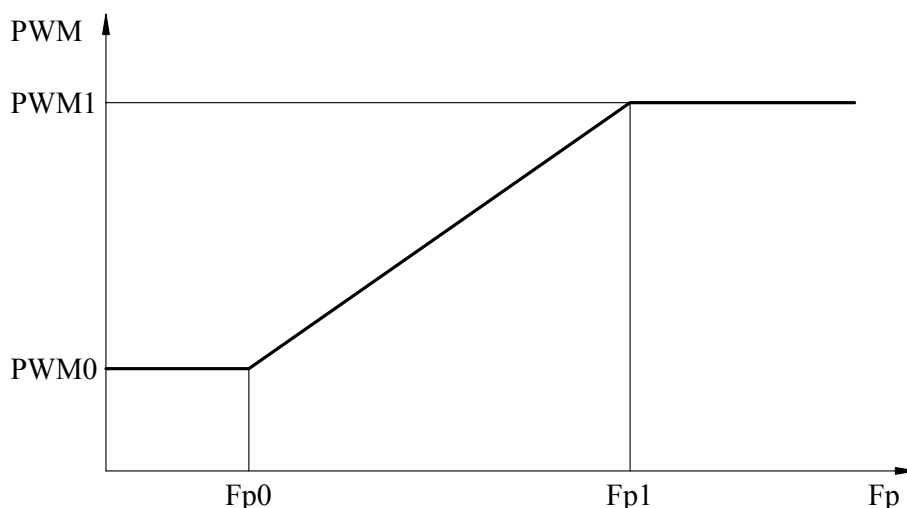

Рис. 6. Зависимость выходного относительного напряжения от частоты и табличных параметров.
3.9.8. Тип 4 – параметры кривой выходного относительного напряжения ($PWM=f(Fr)$) (рис.6).